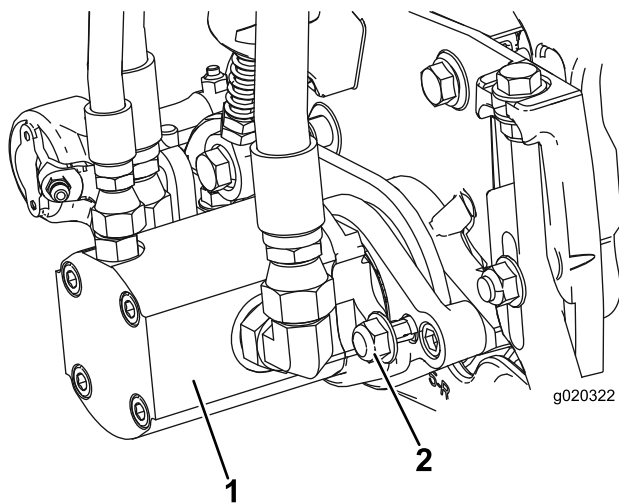

Figura 13
17. Instale o motor rodando-o no sentido dos ponteiros do relógio de forma que as flanges do motor se afastem das porcas de bloqueio (Figura 13). Rode o motor no sentido contrário aos ponteiros do relógio até que as flanges envolvam e apertem as porcas.